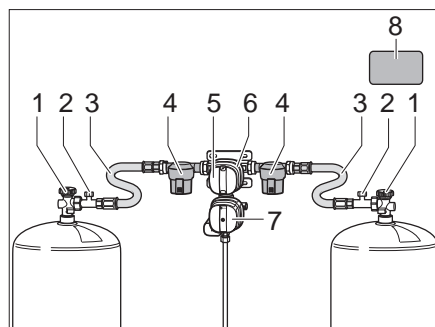
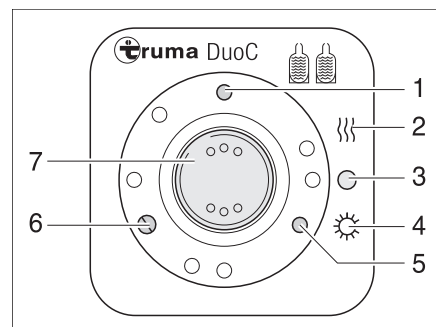
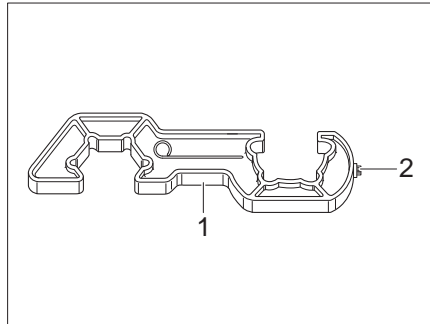
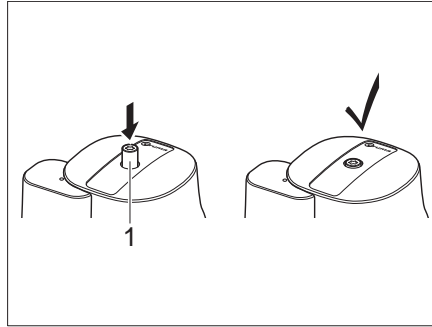

Bild 182 DuoControl-Umschaltanlage
Bild 183 Bedieneinheit
Bild 185 Schraubhilfe
Bild 186 Crashsensor
Die DuoControl-Umschaltanlage besteht aus einem Umschaltventil (Bild 182,6) und der Bedieneinheit (Bild 183). Das Umschaltventil ist zwischen den Hochdruckschläuchen (Bild 182,3) montiert. Mit dem Drehknopf (Bild 182,5) am Umschaltventil kann bestimmt werden, welche der Gasflaschen als Betriebsflasche und welche Gasflasche als Reserveflasche verwendet wird.
Das Umschaltventil (Bild 182,6) ist mit der Regler-Enteisungsanlage EisEx ausgestattet. So werden Störungen der Gasanlage im Winter vermieden.
Vor dem Umschaltventil befinden sich auf jeder Seite ein Gasfilter (Bild 182,4), der die Gasanlage vor Verölung und Verunreinigungen schützt.
An der Bedieneinheit (Bild 183) können nur die elektrischen Funktionen geschaltet werden. Die Haupt-Absperrventile (Bild 182,1) der Gasflaschen müssen von Hand geöffnet werden.
Das Umschaltventil gewährleistet einen konstanten Gasdruck, unabhängig davon, welche Gasflasche Gas liefert. Die zwei Kontroll-Leuchten an der Bedieneinheit zeigen den Füllstand der Betriebsflasche an. Wenn die grüne Kontroll-Leuchte (Bild 183,6) leuchtet, ist die Betriebsflasche voll. Wenn die rote Kontroll-Leuchte (Bild 183,5) leuchtet, ist die Betriebsflasche leer. Die Gasversorgung erfolgt dann über die Reserveflasche.
- Die Haupt-Absperrventile (Bild 182,1) an den Gasflaschen öffnen.
- Mit dem Drehknopf (Bild 182,5) am Umschaltventil (Bild 182,6) die Gasflasche wählen, der vorrangig das Gas entnommen werden soll (Betriebsflasche). Den Drehknopf immer bis zum Anschlag drehen.
- Den Wippschalter (Bild 183,7) auf "O" (Bild 183,3) stellen. Die gelbe Kontroll-Leuchte (Bild 183,1) erlischt.
- Die Haupt-Absperrventile (Bild 182,1) an den Gasflaschen schließen.
Die Kontroll-Leuchten an der Bedieneinheit (Bild 183,5 und 6) signalisieren im Fahrzeuginneren, ob die Betriebsflasche betriebsbereit ist.
Wenn die grüne Kontroll-Leuchte (Bild 183,6) während des Betriebs erlischt und die rote Kontroll-Leuchte (Bild 183,5) aufleuchtet, ist die als Betriebsflasche gewählte Gasflasche leer und muss gewechselt werden. Die Reserveflasche versorgt die Gasverbraucher weiterhin mit Gas.
- ▶ Zum An- und Abschrauben der Hochdruckschläuche die beiliegende Schraubhilfe (Bild 185,1) verwenden. Sie gewährleistet das nötige Anzugsmoment und verhindert Beschädigungen an der Verschraubung durch falsches Werkzeug.
- Das Haupt-Absperrventil (Bild 182,1) an der leeren Gasflasche schließen.
- Den Hochdruckschlauch (Bild 182,3) mit der Schraubhilfe (Bild 185) von der Gasflasche abschrauben.
- Die volle Gasflasche an den Hochdruckschlauch (Bild 182,3) anschließen.
- Das Haupt-Absperrventil (Bild 182,1) an der Gasflasche öffnen.
- Den Drehknopf (Bild 182,5) am Umschaltventil (Bild 182,6) mit einer halben Umdrehung so einstellen, dass die eben gewechselte Gasflasche als Reserveflasche dient.
- Knopf (Bild 182,2) für die Schlauchbruchsicherung am Hochdruckschlauch drücken, um sie zu aktivieren.
- Ggf. den Rückstellknopf (Bild 186,1) am Crashsensor drücken.
- ▶ Sicherheitsaufkleber (Bild 182,8) im Gaskasten beachten.
- Mit dem Torx T20 (Bild 185,2) an der Schraubhilfe den Entsicherungsknopf (Bild 186,1) eindrücken, leicht im Uhrzeigersinn drehen und 5 Sekunden lang halten.
Der Crashsensor ist betriebsbereit, wenn der Entsicherungsknopf (Bild 186,1) in der versenkten Stellung bleibt.
- Nach dem Wechsel der Gasflasche grünen Knopf (Bild 182,2) am Hochdruckschlauch (Bild 182,3) kräftig drücken.